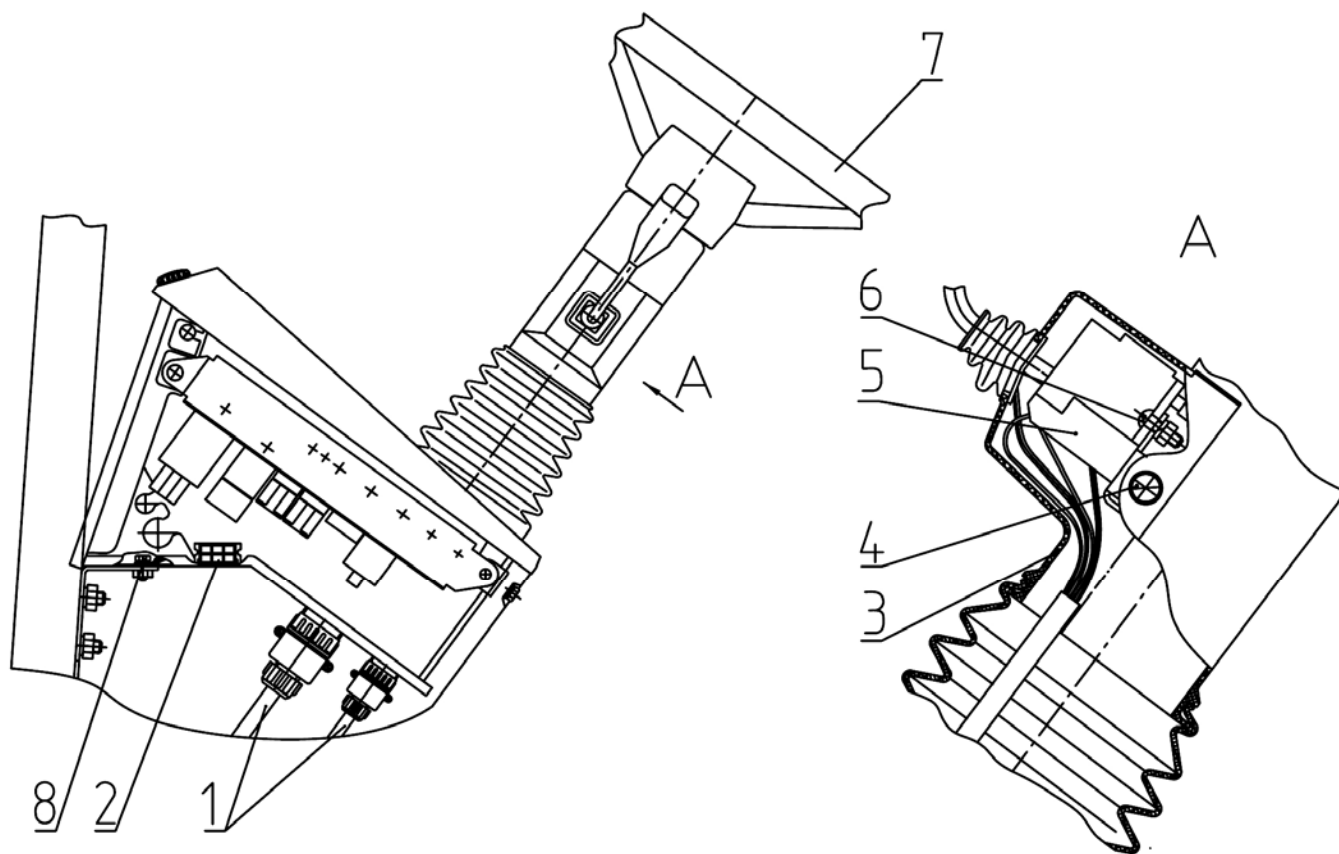
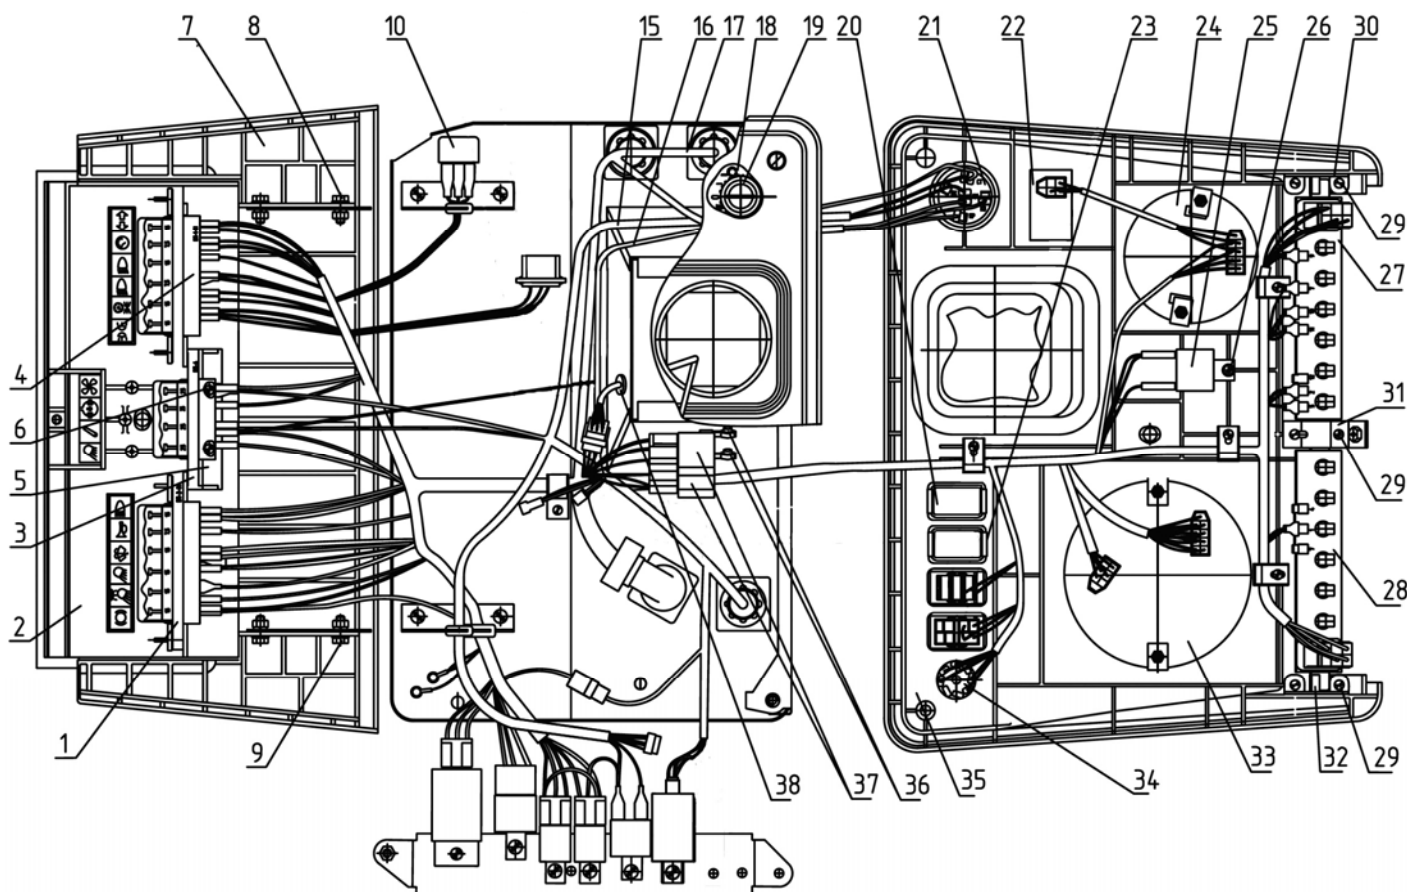

Рисунок 11.21
Рисунок 11.23
б) отсоедините от щитка приборов разъемы 1 (рисунок 11.21) по двигателю и трансмиссии;
- г) разложите щиток в соответствии с (рисунок 11.23).
Замена остальных комплектующих смотри (рисунок 11.23);
г) для замены реле 10 (рисунок 11.23), лампы ручного тормоза, отсоедините от него провода, и замените реле.
т) для замены подрулевого переключателя 5 (рисунок 11.21), снимите втулку 38 (рисунок 11.23), отсоедините жгут переключателя от жгута щитка приборов и замените переключатель.